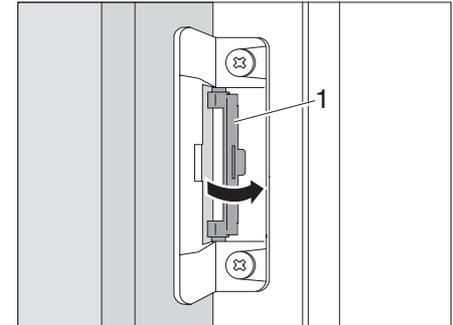

Fig. 92 Remettre le dispositif de blocage dans la position initiale
- Remettre le dispositif de blocage (Fig. 92,1) dans la position initiale.